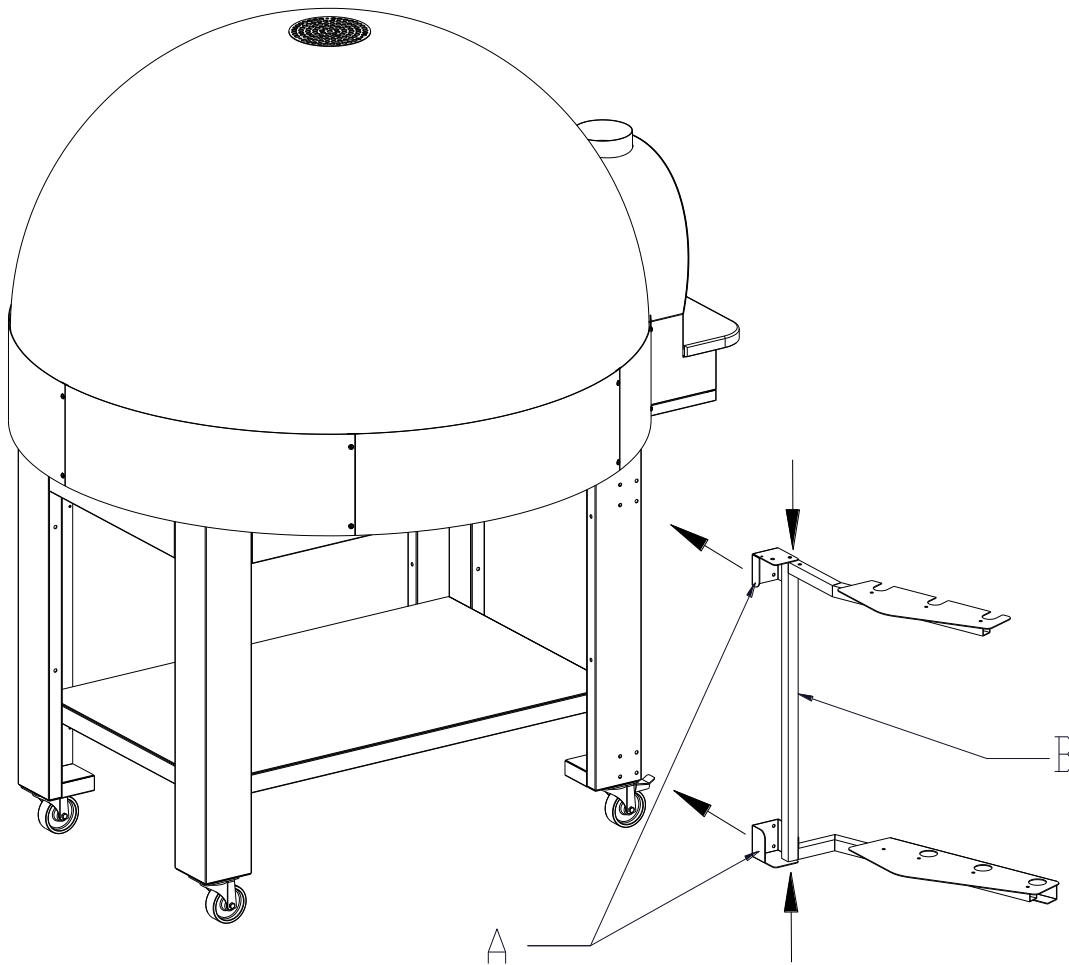

Fig.1
- 1- Soulever délicatement la calotte du bord latéral avec un tournevis et la soulever (Fig.1).
- 1- Insérer les étriers supérieurs et inférieurs (A) dans le châssis (B).
- 2- Fixer les étriers (A) à la jambe de la base grâce aux vis déjà présentes (Fig.1).
- Insérer dans le four les plans réfractaires de la sole (Fig.1).